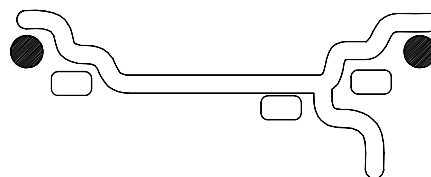

Figure 15
**A. DYNAMIQUE** (plan double), suggéré pour toutes les jantes en acier. Dans ce cas, il faut fixer les poids de la roue sur les bords de la jante. Cette fonction est sélectionnée par défaut et les voyants correspondant au poids de la roue s'allument (Figure 15).